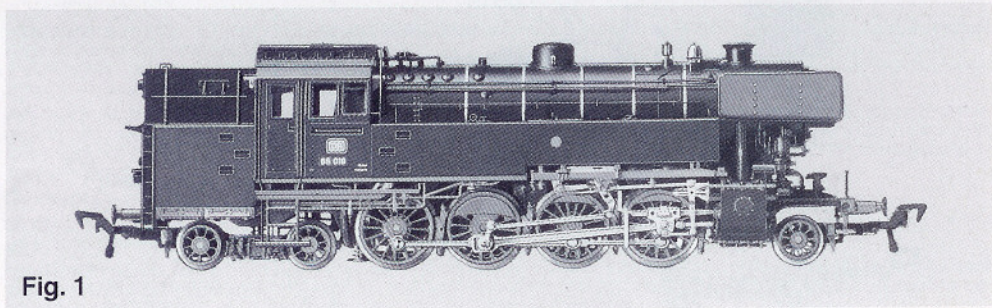

Fig. 1
Das Vorbild: Nach dem Krieg beschaffte die Deutsche Bundesbahn (DB) im Zuge des Neubauprogrammes 18 Stück Dampftenderlokomotiven Baureihe 65.0, die in den Jahren 1951 und 1956 von der Fa. Krauss-Maffei gebaut wurden (Fig. 1).
The Original: Following the war, the Deutsche Bundesbahn (DB) undertook a new construction programme, taking into service 18 steam tank locomotives of the Class 65.0 which were constructed by the firm of Krauss-Maffei during the years 1951 and 1956 (fig. 1).
Modèle original: Après la guerre, d'après les directives du programme de rééquipement, la Deutsche Bundesbahn (DB) commanda 18 locos-tender à vapeur de la série 65.0. Celles-ci furent construites pendant les années 1951 et 1956 par la firme Krauss-Maffei (fig. 1).
Het Voorbeeld: Ten behoeve van haar nieuwbouwprogramma bestelde de Deutsche Bundesbahn (DB) na de oorlog 18 stoomlokomotieven van het type 65.0. De locs werden in 1951 en 1956 door de firma Krauss-Maffei gebouwd (fig. 1).
Förebilden: Efter kriget anskaffade Tyska Förbundsjärnvägen (DB) 18 stycken ånglok med litt. 65.0, som byggdes under åren 1951 och 1956 av firman Krauss-Maffei (fig. 1).